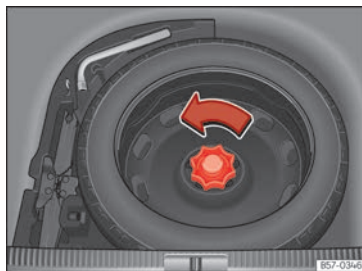

Abb. 220 Im Gepäckraum: hochgeklappter Ladeboden.
- Drehen Sie das Handrad entgegen dem Uhrzeigersinn » (Abb. 220).